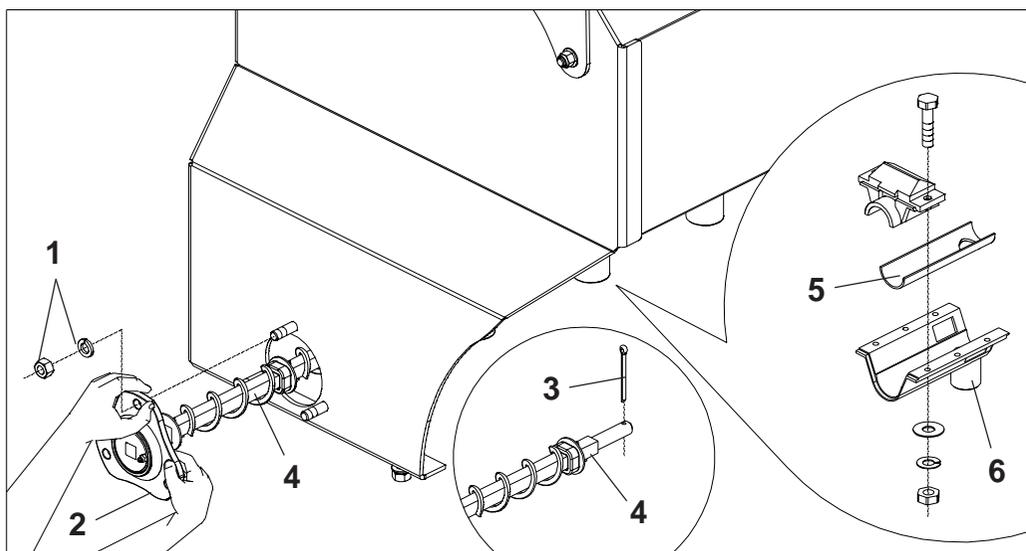

FIGURA 113
### LIMPEZA DAS CANALETAS ( FIGURA 113 ) SPA MEGA FLEX 4000 / 4500 / 5000 / 5500
2 - Proceda a limpeza nos depósitos e também nos eixos (4) e em seguida lave-os com água corrente. Monte novamente os eixos observando a montagem correta do conjunto da canaleta (5), pois os orifícios de saída do adubo tanto da canaleta (5) como da bica (6) devem coincidir, **conforme mostra a figura 113**.